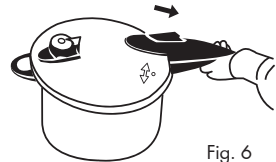

Fig. 6
3. Glisați zăvorul înapoi spre semnul de pe mânerul capacului pentru a vă asigura că acesta este complet închis (Fig. 6).